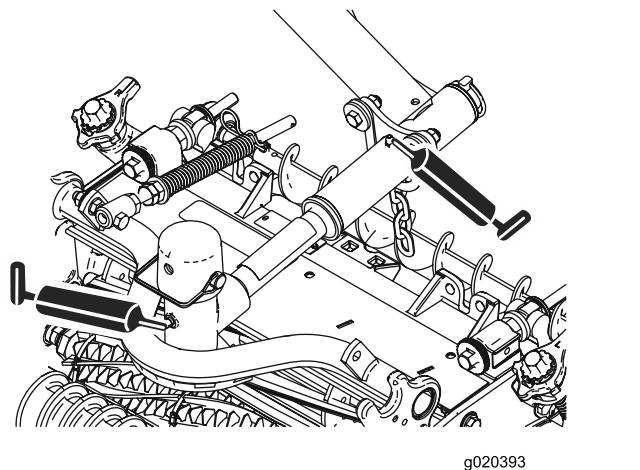

Bild 44
- Mähwerk-Drehzapfen (2 Stück), siehe Bild 44.